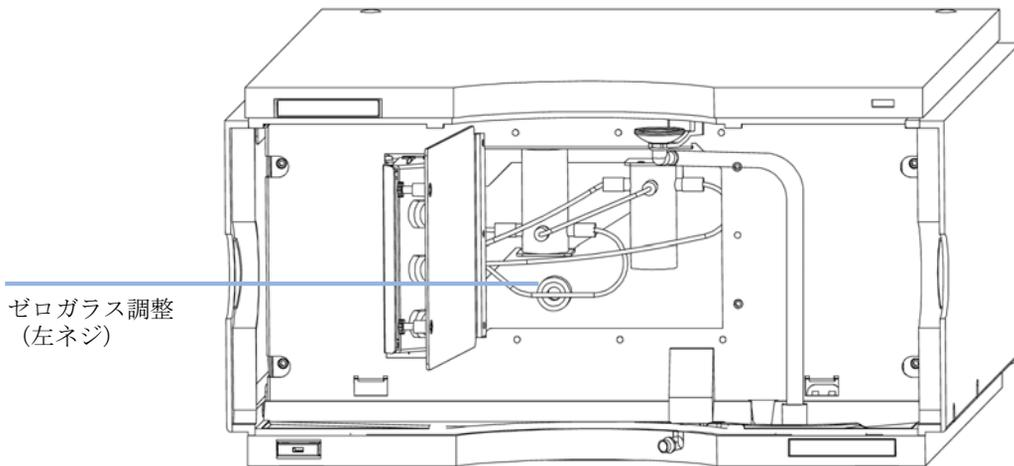

図 34 ゼロガラス調整ねじを回して調整
- a 光学バランスをモニタリングしながら、さらネジ用ドライバを使用してゼロガラス調整スクリューをゆっくり回します（『131 ページ 図 34』を参照）。